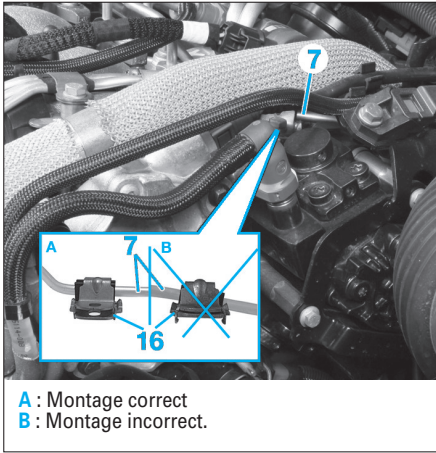

Fig. 34
- Remplacer la conduite haute pression (7).
- La patte de maintien (16) de la conduite haute pression (7) doit être libre en rotation sur la conduite haute pression ; la patte de maintien (16) ne doit pas être fermée (Fig.34).